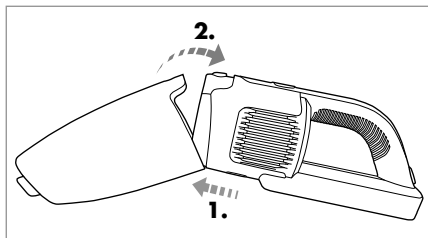

Abb. 6
- 6) Setzen Sie den Schmutzbehälter **9** wieder auf das Handteil **3**, indem Sie die untere Arretierung am Handteil **3** zuerst in die Aussparung am Schmutzbehälter **9** schieben. Schieben Sie dann den oberen Teil des Schmutzbehälters **9** auf das Handteil **3**, bis der Schmutzbehälter **9** hörbar einrastet und fest auf dem Handteil **3** sitzt (Abb. 6).